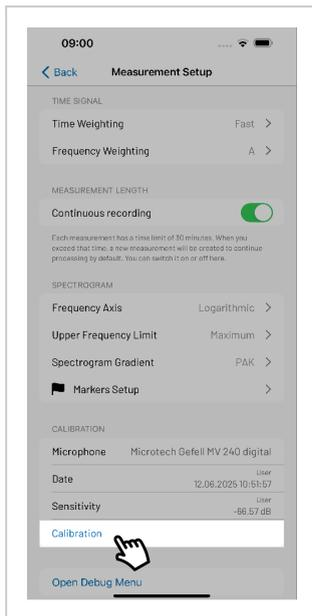

Abbildung 3: Start der Kalibrierung.
4. Gehen Sie über das Zahnrad  oben rechts in das Mess-Setup und tippen Sie weiter unten auf „Calibration“ (Abbildung 3).